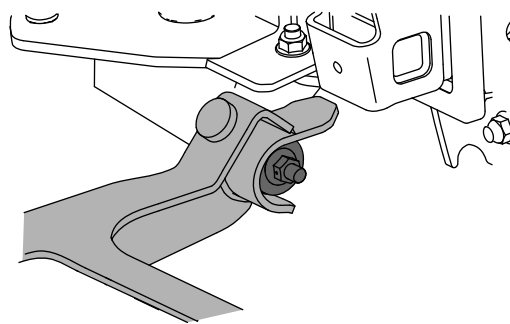

Figura 16
13. Coloque las horquillas del conjunto del soplador sobre los casquillos (Figura 16).